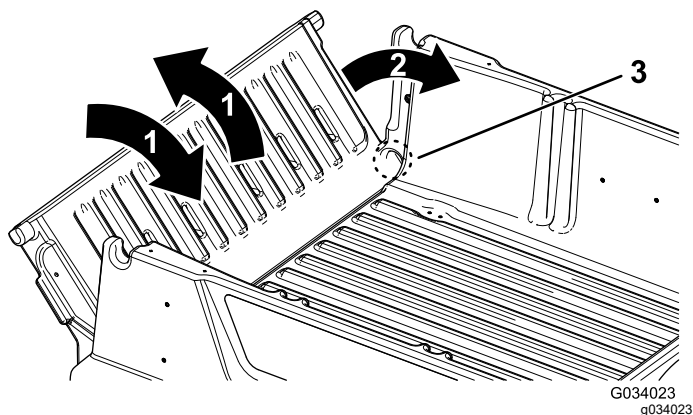

Figura 18
3. Mueva el portón trasero varias veces hacia adelante y hacia atrás, con breves sacudidas (Figura 18).
2. Gire el portón trasero a un ángulo de 45° aproximadamente (Figura 18).